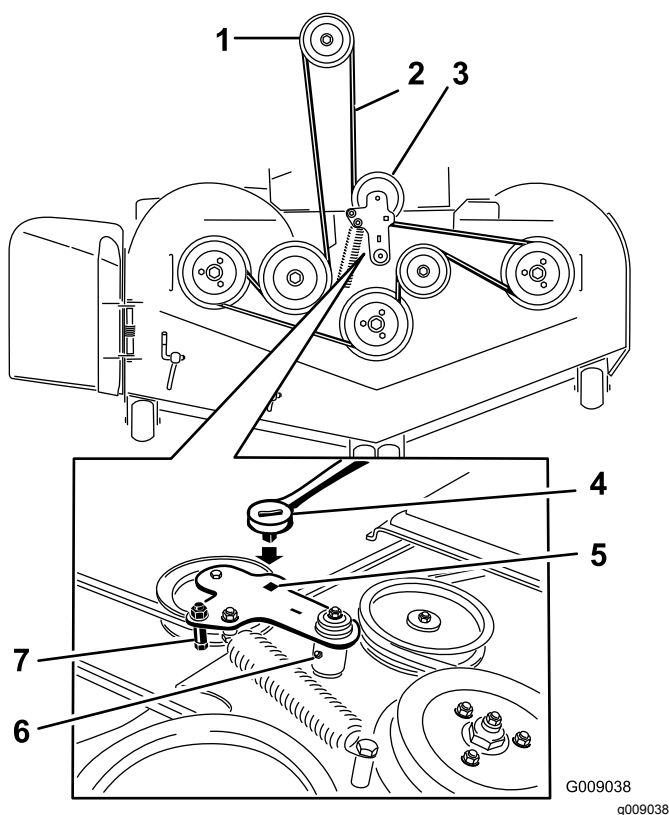

Figure 101
5. Soulevez le bac de plancher et insérez un rochet dans le trou carré de la poulie de tension du tablier (Figure 101).
6. Tournez la poulie de tension dans le sens horaire et déposez la courroie du tablier (Figure 101).